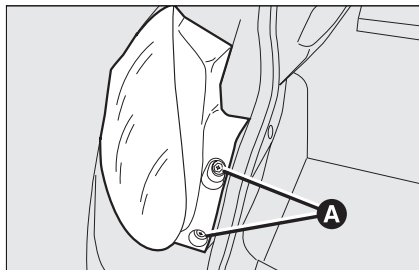

Рис. 27
- откройте дверь багажного отсека и отверните два винта **A**, **рис. 27**;